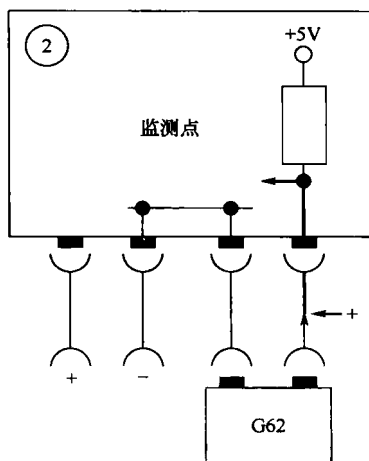

图 2-3 冷却液温度传感器正极短路
(2) 正极短路 当正极短路时(如在连接插头上), 冷却液温度传感器输入端上的电压同样为 5V, 如图 2-3 所示。